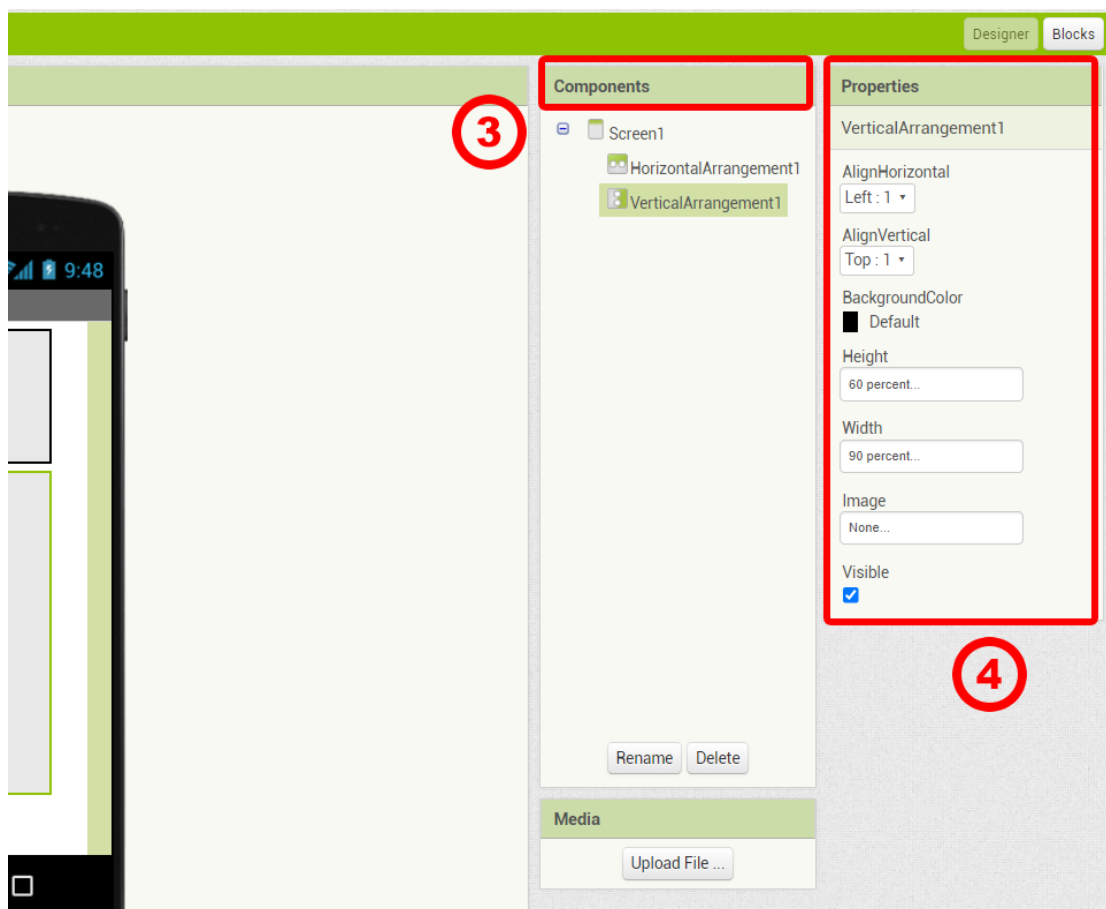

Figura 3: Ajustar as propriedades de cada componente
Depois de colocar os dois componentes de apresentação no ecrã, podemos ajustar uma série de propriedades, como a altura e a largura, na secção "Properties" (4). Para isso, é necessário seleccionar o componente correspondente na lista Components (3). No exemplo apresentado na Figura 3, definimos a largura do componente "HorizontalArrangement" para 90 por cento e a largura e a altura do componente "VerticalArrangement" para 60 e 90 por cento, respetivamente.